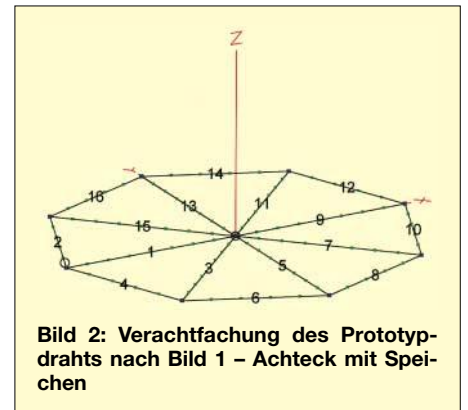

Bild 2: Verachtfachung des Prototypdrahts nach Bild 1 – Achteck mit Speichen
Wir rufen nun *Create Radials* auf und geben im Menü als ersten Prototypdraht Draht 1 und als letzten Prototypdraht Draht 2 an, geben „8“ als Radialanzahl ein und schauen uns nach Bestätigung das Resultat an. Es hat sich ein mit Speichen versehenes Achteck gebildet, Bild 2. Wir speichern das Ergebnis als Datei (2)8Eck8(a).ez.